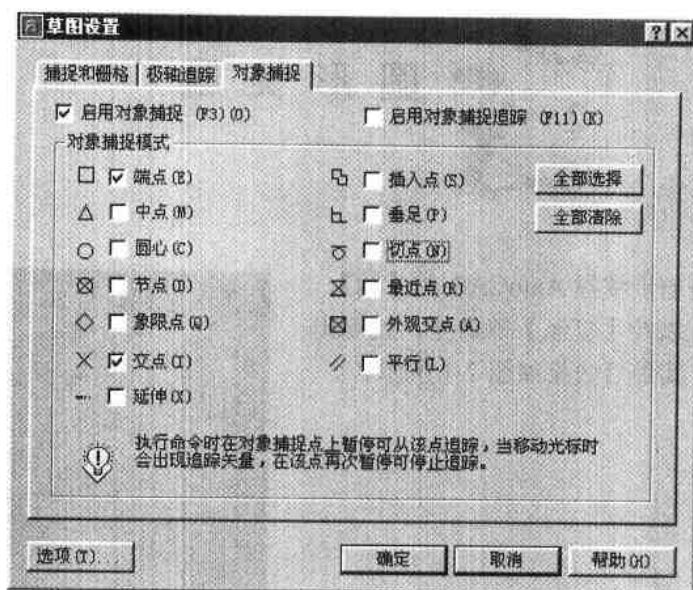

图 1-2 “草图设置”对话框
(1) 启动 AutoCAD 2002。
(2) 执行【工具】→【草图设置】命令，弹出“草图设置”对话框。单击“对象捕捉”选项卡，选择“端点”复选框和“交点”复选框，设置捕捉的类型，如图 1-2 所示。单击【确定】按钮，完成对象捕捉的设置。